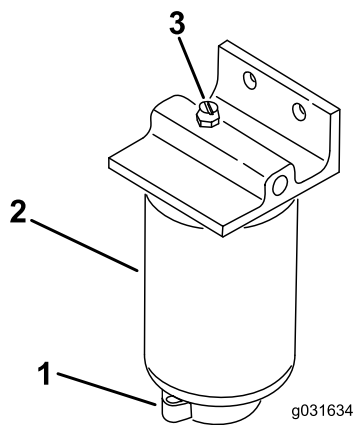

Figura 52
2. Slăbii valva de golire de la partea inferioară a filtrului (Figura 52).
1. Curățați zona de montare a filtrului (Figura 52).